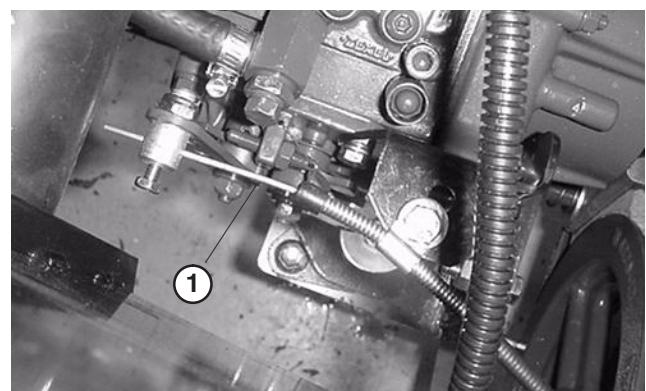

Bild 57
1. Stellen Sie den Gaszug ein (Bild 57) sodass der Fliehkraftregler am Motor die Einstellschrauben für die niedrige und hohe Geschwindigkeit berührt, bevor der Fahrertriebshebel die Kerbe im Armaturenbrett berührt.